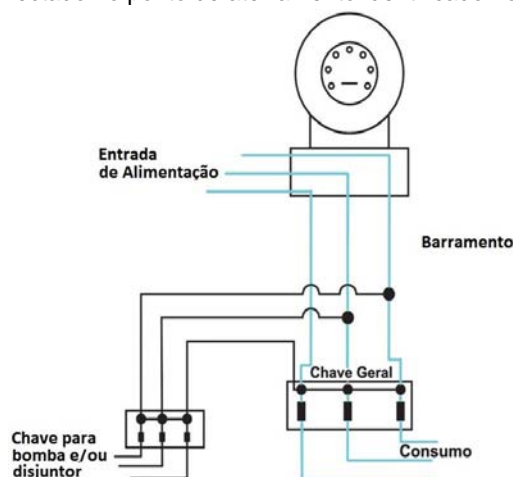

Figura 2 – Esquema de ligação para bomba de incêndio
- Os cabos de alimentação deverão vir do disjuntor principal externo (fora do escopo KSB), conforme orientação da NBR 13714, Anexo B, figura 3 B ligados (ver abaixo, figura 2).